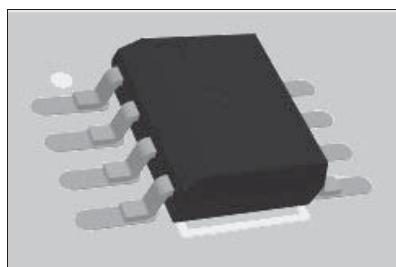

Рис. 2.39. Результат присоединения STEP-модели
11. Щелчком левой кнопки поверх изображения перевести модель в режим выбора объектов, после чего вернуть непрозрачность — установить **Opacity** 100% (рис. 2.39).